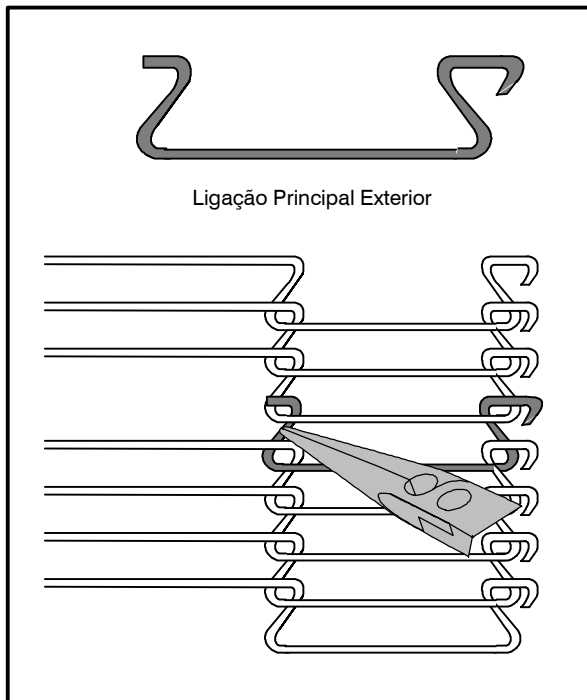

Figura 11
7. Instale as ligações principais exteriores para terminar de ligar as duas extremidades da correia de transporte. Ver Figura 11